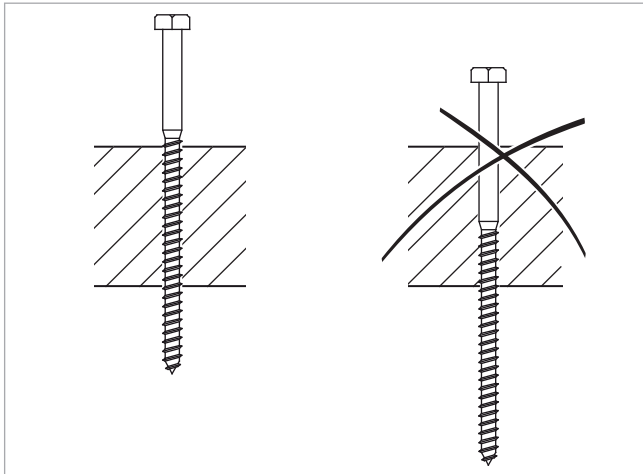

Abb. 8: Lage der Stockschraube im Holz
- 2 Lage der Schraube → Abb. 8